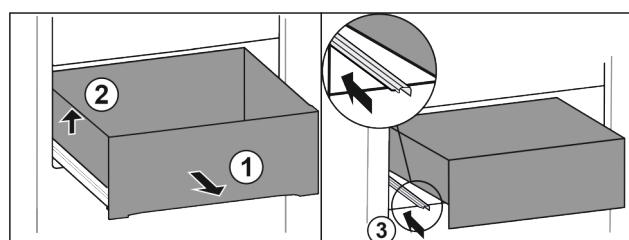

Fig. 19
- Vytiahnite zásuvku až na doraz. Fig. 19 (1)
- Nadvihnite zásuvku dolava. Fig. 19 (2)
- Zasuňte ľavú koľajničku. Fig. 19 (3)